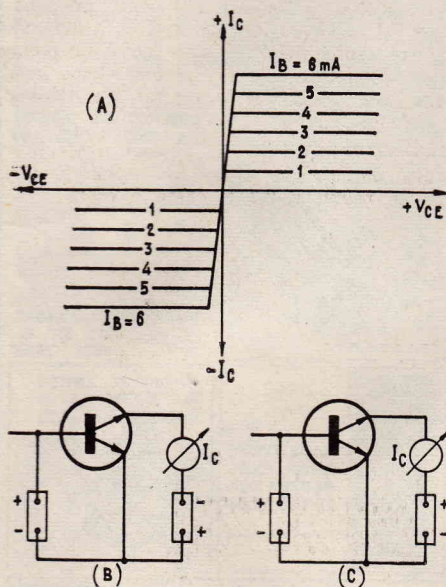

FIG. 5
La figure 5 permet de comprendre le fonctionnement de ce transistor spécial.
Les montages de mesures sont représentés en (B) et (C) de la figure 5. La base étant toujours positive, on obtient différents courants de base selon la tension de la batterie polarisant cette électrode.